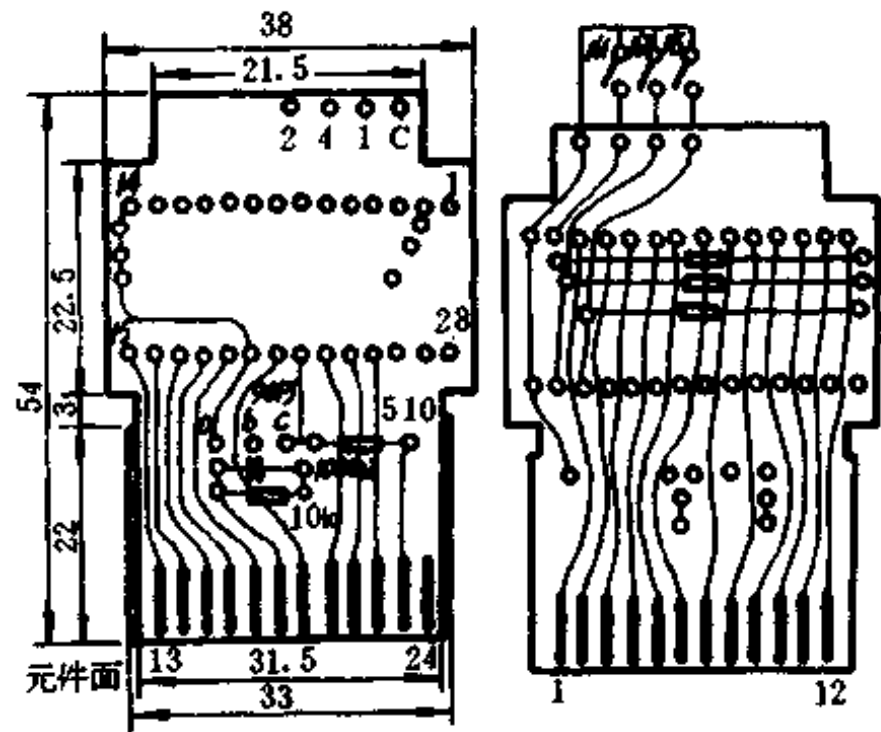

图 1-42
2600 游戏节目程序全部储存在节目卡中。节目卡由节目板和外壳两部分组成,节目板上安装 1 片储存器,其引脚通过双面印制板上 24 根印制线引出。因为 2600 游戏卡每个节目的容量是 4K,所以用容量为 32K 的 27256EPROM 即可储存 8 个节目,8 个节目的转换是用 K1、K2、K3 分别控制 27256 的高位地址线 A12、A13、A14 实现的。开关状态与节目的对应关系见表 1-1 所示。表中“0”表示开关断开,“1”表示接通。游戏机通过节目卡的第⑩脚传送控制信号到 27256 的第②脚,BG 与 R 组成反向器,当控制信号为高电平时,BG 导通,27256 的②脚呈低电平。游戏机中的微处理器从 27256 中读取程序,经过处理输出图象和声音。图 1-42 所示是印板图。元件面(A 面)焊接集成块、三极管及 R1、R2、C1,另一面(B 面)焊接 R3、R4、R5。三个开关分别如图所示连接,如果用 8421 码拨码开关代替 K1、K2、K3,转换节目更方便。焊接方法:将拨码开关的“8”端不用,“4”、“2”、“1”及“C”端与图中“4”、“2”、“1”、“C”各点对应焊接即可。